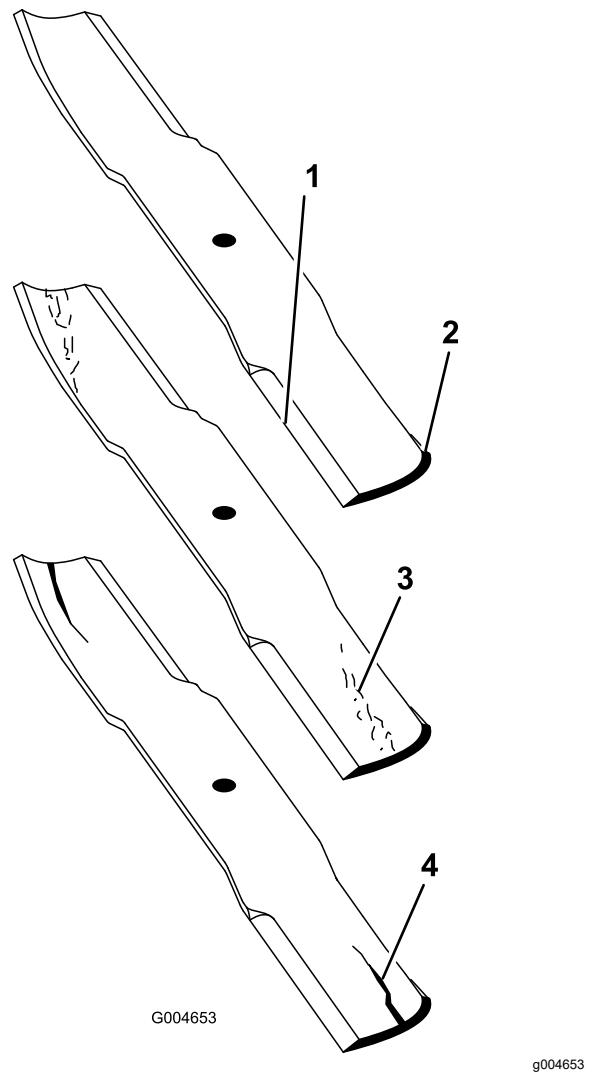

Figura 92
2. Examine cuidadosamente los extremos de corte de la cuchilla, sobre todo en el punto de reunión entre la parte plana y la parte curva de la cuchilla (Figura 92).
Nota: Puesto que la arena y cualquier material abrasivo pueden desgastar el metal que conecta las partes curva y plana de la cuchilla, compruebe la cuchilla antes de utilizar el cortacésped. Si la cuchilla está desgastada (Figura 92), cámbiela.